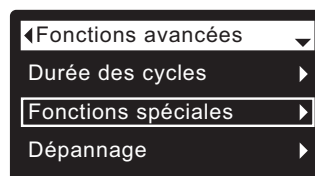

FIG. 82
3. Appuyez sur le SÉLECTEUR (O) pour afficher le menu des fonctions avancées (cf. Figure 82).